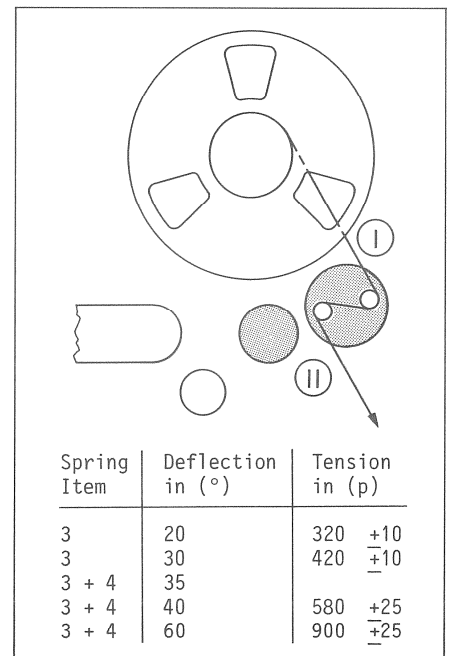

Fig. 3.6.12
Feder [4] vom Bolzen [14] aushängen. Position a, b und d einstellen. Die Zugkraft der Feder [3] nach den Werten in Fig. 3.6.12 kontrollieren und wenn nötig nachstellen (siehe Abschnitt 3.6.3).
Feder [4] wieder einhängen und Position c einstellen. Die Zugkraft des ganzen Federsystems nach Fig. 3.6.12 kontrollieren und wenn nötig nachstellen (siehe Abschnitt 3.6.3).
Unhook spring (4) from pin (14). Adjust items a, b, and d. Check whether the tension of spring (3) corresponds to the value specified in Fig. 3.6.12 and readjust if necessary (refer to section 3.6.3).
Refasten spring (4) and adjust item c. Check tension of entire spring system as specified in Fig. 3.6.12 and readjust if necessary (refer to section 3.6.3).